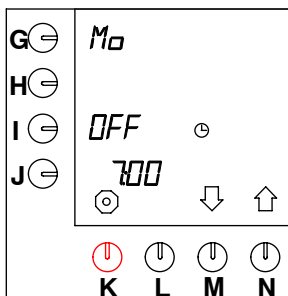

Fig. 44 Preriscaldamento del contenitore
- Sullo schermo viene visualizzato **OFF** nella posizione accanto ai tasti di programmazione (I.) e due contenitore (vedere fig. 44).